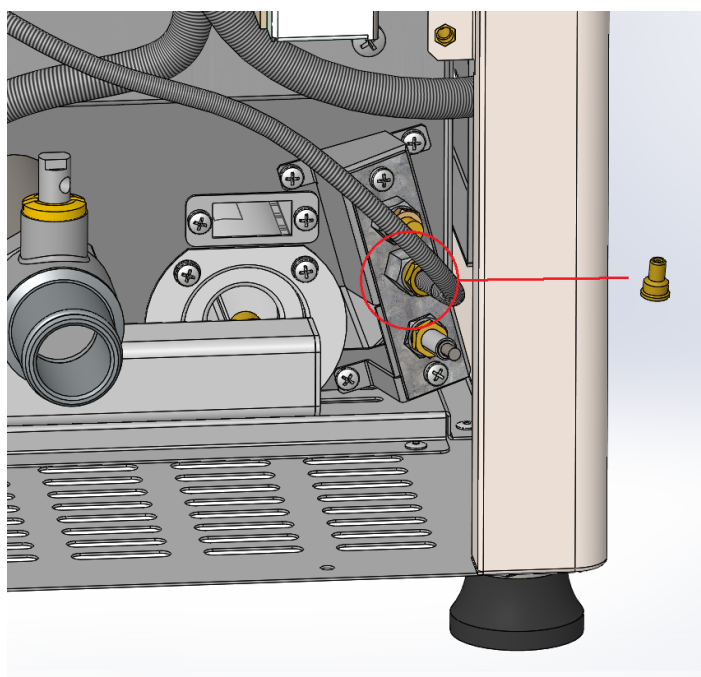

Fig 2
- 2) À l'aide de la clé taille 10, dévissez le tuyau flexible d'alimentation du brûleur pilote (Fig. 2)